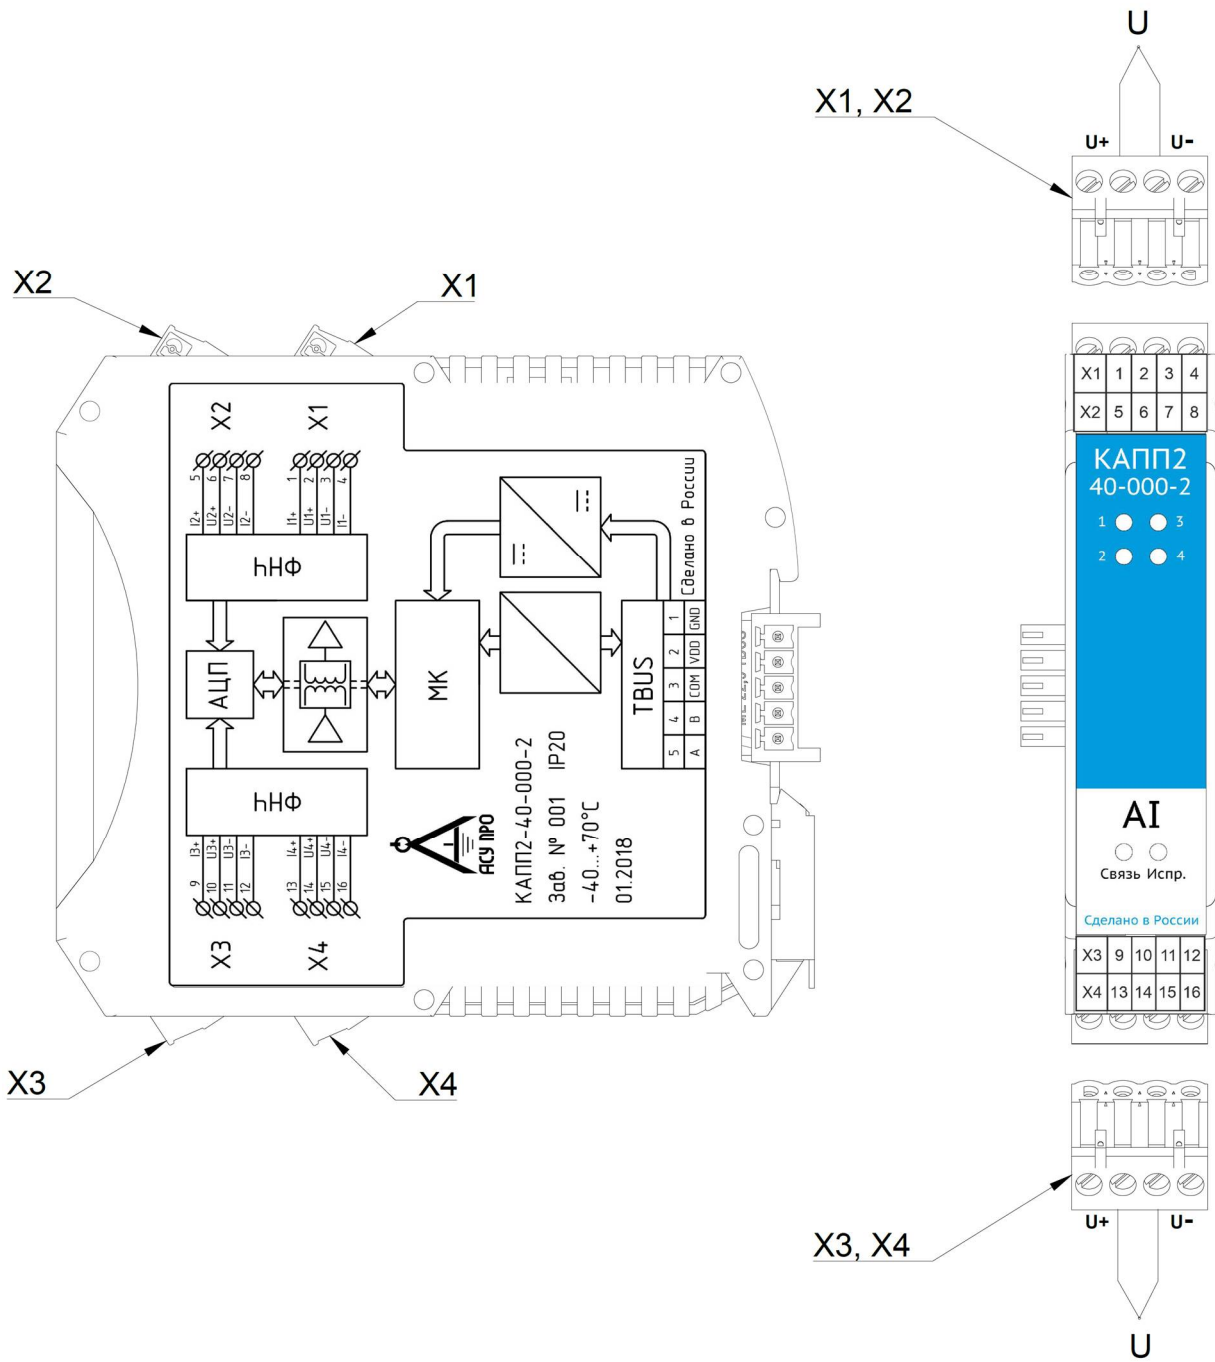

Рисунок 2 – Схема соединений модуля КАПП2-40-000-2 для работы с термопарами (термоэлектрическими преобразователями)
2.2.2.1 Питание модуля следует осуществлять от локального блока питания подходящей мощности, установленного совместно с модулем в шкафу электрооборудования. Во внешней цепи блока питания рекомендуется установить выключатель, обеспечивающий отключение модуля от сети. Подключение питания осуществляется через шину TBUS (см. рисунок 2).